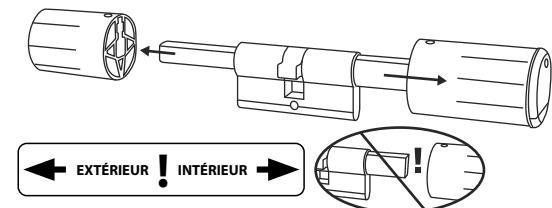

Fig. 3
- ③** Retirez complètement le bouton de la face extérieure et reculez le bouton de la face intérieure aussi loin que possible (Fig. 3).